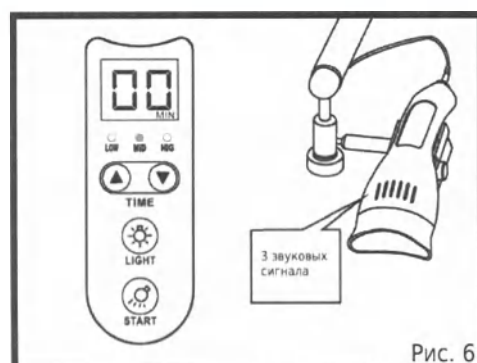

Рис. 6
5. При завершении процедуры трижды прозвучит сигнал, уведомляющий об истечении времени процедуры отбеливания. (Рис. 6)